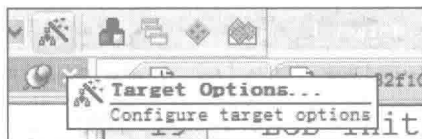

图 2.4 进入工程设置
- (1) 单击图 2.4 所示按钮，或者从 Project 菜单进入设置界面。